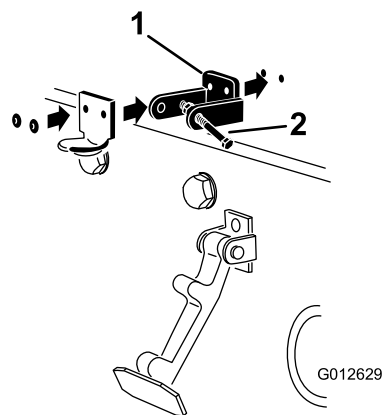

Figura 8
4. Ao alinhar os furos de montagem, posicione o suporte do trinco CE e o suporte do trinco do capot no capot (**Figura 8**).
6. Aplique rebites nos suportes e nas anilhas ao capot (Figura 8).